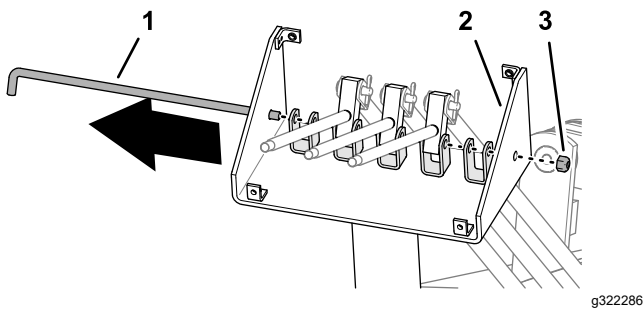

Figura 24
1. Retire la contratuerca que sujeta el pasador de pivote a la consola de control, y retire el pasador (Figura 24).